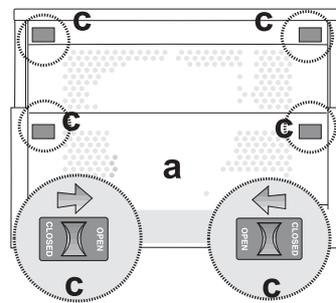
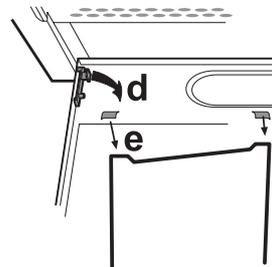

Abb. 1
Abb. 2
3. Öffnen Sie das hintere Gitter (a - Abb. 1).
3. Entfernen Sie die Absauggitter (c - Abb. 1 / d - Abb. 2).
5. Entnehmen Sie den verschmutzten Fettfilter (e - Abb. 2).